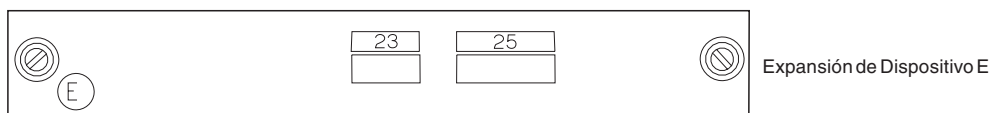

Figura 138. Expansión de Dispositivo E
1. En la Figura 138 marque con una X el zócalo en el que los cables del dispositivo se conectan a la Expansión de Dispositivo E: